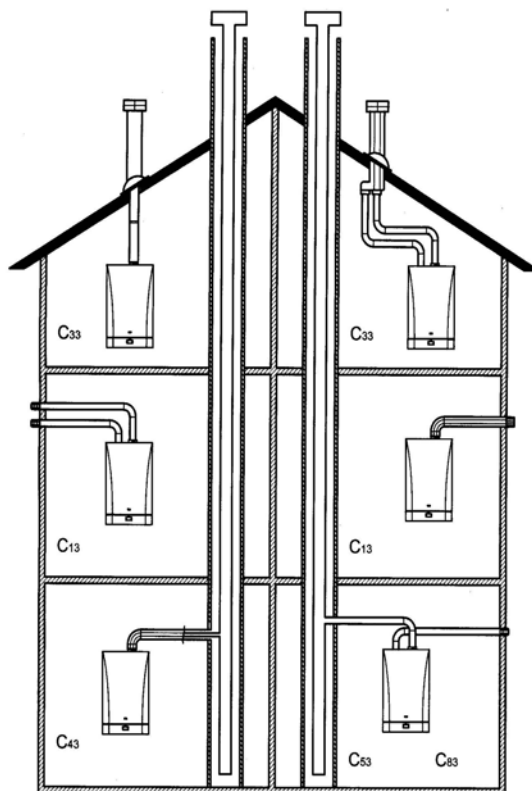

Figure 7
12.1 ACTUALIZAR LA VELOCIDAD DEL VENTILADOR DEPENDEN DE LA LONGITUD DE LOS DUCTOS (Ej. FIG 7)